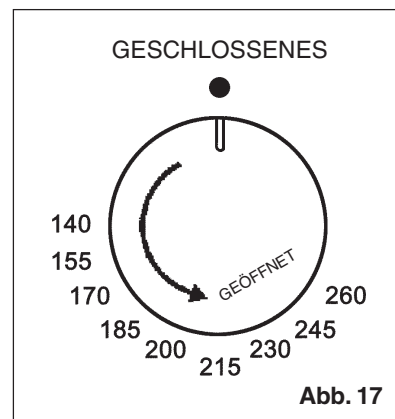

Abb. 17
Mit diesem Schalter kann die für die verschiedenen zu kochenden Speisen geeignetste Temperatur eingestellt werden. Durch Drehen des Schalters im Gegenuhrzeigersinn kann die gewünschte Temperatur zwischen der Mindesttemperatur (Schnappen des Schalters) und 260° gewählt werden (Abb. 17).
- Drücken Sie leicht auf den Thermostat-Drehschalter und drehen Sie ihn im Gegenuhrzeigersinn auf 260° C (Abb.17);